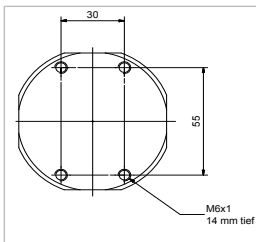

Abbildung 3
- Optional kann der T-Filter über die 4 Bohrungen an einer beliebigen Stelle angebracht werden. Befestigen Sie dazu den T-Filter gemäß den Bohrbildern (Abbildung 3).